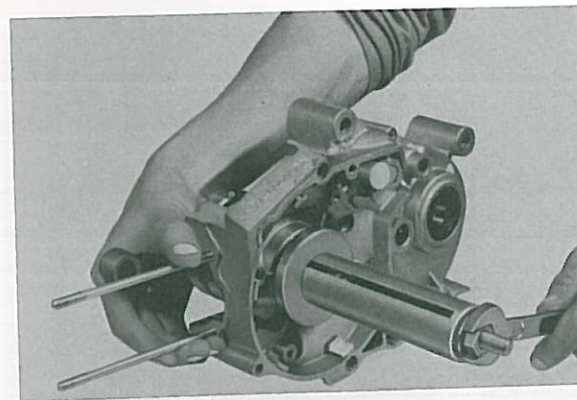

Fig. 3-4-2
1. Set the crankshaft into left case half and install crankshaft installing tool. (Fig. 3-4-2)
2. Hold the connecting rod at top dead center with one hand while turning the handle of the installing tool with the other. Operate tool until crankshaft bottoms against bearing. (Fig. 3-4-2)
1. Installer le vilebrequin dans le demi-carter gauche, et fixer l'outil de pose du vilebrequin. (Fig. 3-4-2)
2. Tout en maintenant d'une main la bielle au point mort haut, tourner la poignée de l'outil spécial avec l'autre main. Tourner la vis de l'outil jusqu'à ce que le vilebrequin vienne buter contre le roulement. (Fig. 3-4-2)
1. Kurbelwelle in die linke Gehäusehälfte einsetzen und das Kurbelwellen-Einbauwerkzeug anbringen. (Fig. 3-4-2)
2. Pleuelstange mit einer Hand im oberen Totpunkt halten, und Handgriff des Einbauwerkzeuges mit der anderen Hand drehen. So lange drehen, bis die Kurbelwelle am Lager aufsitzt. (Fig. 3-4-2)